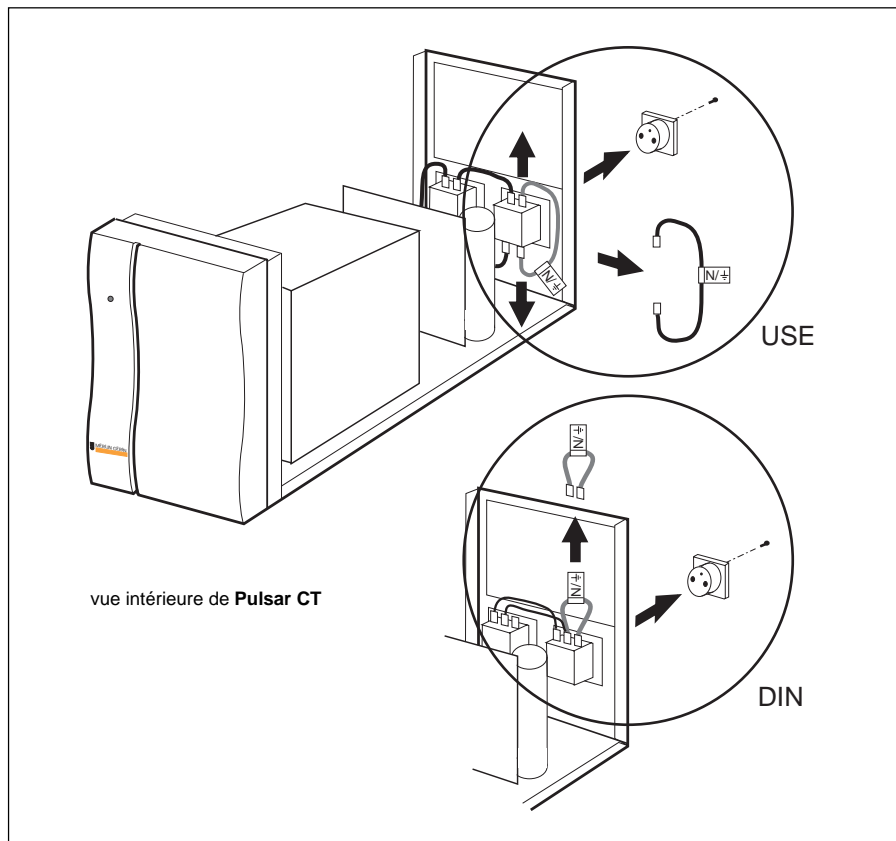

Fig 2
- retirer le plastron de la prise utilisation (maintenu par une vis, voir figure 2),
- enlever le fil N/⊥ comme indiqué sur la figure 2,